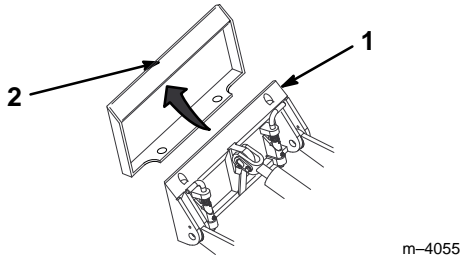

Figure 2
- Insérer la plaque de montage dans le bord supérieur de la plaque d'accrochage de la tête d'entraînement (Fig. 2).